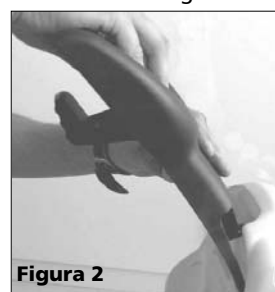

Figura 2
2. Inserte el mango en la parte trasera de la unidad en ángulo, como se indica en la Figura 2.